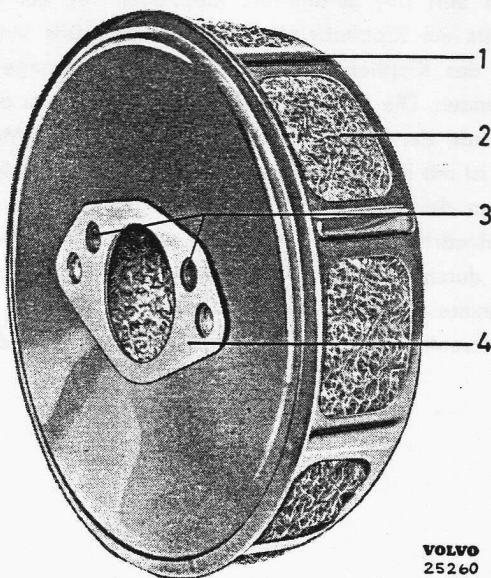

Bild 1-23. Luftfilter SU Vergaser, frühere Ausführung
Die in die Vergaser eingesaugte Luft wird beim Durchströmen der Drahtfilter (2, Bild 1-23) in den Filtern gereinigt. Der unter dem Vergaserkolben in der Saugkammer liegende Vergaserraum steht mit dem Luftfilter durch die Luftlöcher (3) in Verbindung. Dadurch wird die durch diese Saugkammerräume tretende Luft gereinigt, um ein Festsetzen des Vergaserkolbens zu verhindern. Beim Einsetzen der Dichtung (4) darf diese nicht herumgedreht werden, da sonst die Luftlöcher versperrt werden.